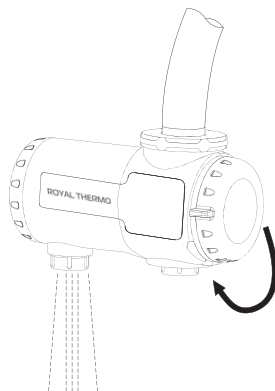

Рис.2
- 2) Поверните переключатель водонагревателя вверх (рис.2), индикатор температуры покажет степень нагрева воды. Степень нагрева воды связана с протоком воды в смесителе: чем меньше проток, тем выше температура.